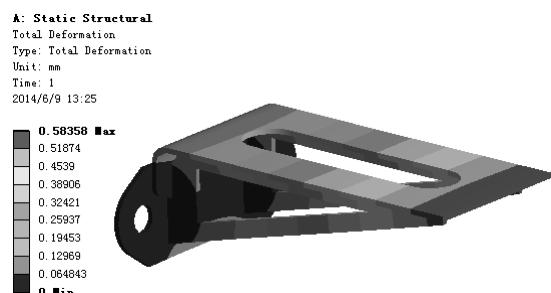

图 7.11.21 位移变形结果图解
(3) 查看位移变形结果图解。在“Outline”窗口中选中  **Total Deformation**，查看图 7.11.21 所示的位移变形结果，其最大位移为 0.58358 mm。